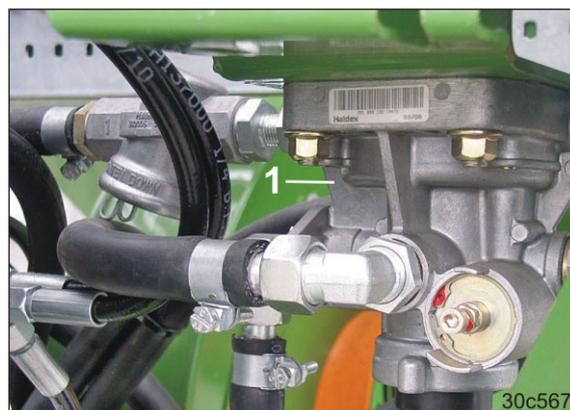

Fig. 132
- ein Anhänger-Bremsventil (Fig. 132/1)